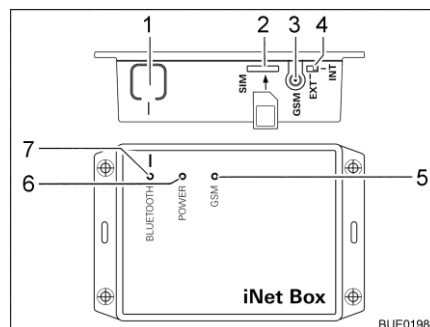

Bild 230 Truma iNet-Box
- Taste BLUETOOTH (Bild 230,1) an der iNet-Box 1 Sekunde lang drücken. Die Truma iNet-Box ist ca. 2 Minuten lang im mobilen Endgerät sichtbar (Name: "Truma iNet-Box"). In diesem Zeitraum blinkt die blaue LED BLUETOOTH (Bild 230,7).
- Mini-SIM-Karte mit eigener Rufnummer und ausreichendem Guthaben vorsichtig wie dargestellt in den Steckplatz (Bild 230,2) der Truma iNet-Box schieben, bis sie einrastet. Die rote LED GSM (Bild 230,5) muss dauerhaft blinken. Wenn die rote LED nach 20 Sekunden erlischt: Mini-SIM-Karte prüfen.